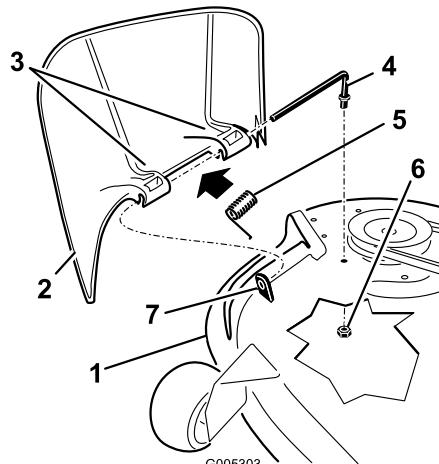

Figura 46
- Individuate le parti illustrate nella Figura 46.
- Togliete il dado da 3/8 poll. (9,5 mm) dall'asta sottostante il tosaerba (Figura 46).
- Estraete l'asta dal distanziatore corto, dalla molla e dal deflettore dell'erba (Figura 46). Togliete il deflettore dell'erba tagliata se è danneggiato o consumato.
- Riposizionate il deflettore dell'erba (Figura 46).
- Collocate la molla sull'asta (tenendo abbassati i fili alle estremità), tra le staffe del deflettore di sfalcio. Fate scorrere l'asta attraverso la seconda staffa del deflettore dell'erba (Figura 46).
- Inserite l'asta dalla parte anteriore del deflettore dello sfalcio, nel piccolo isolatore sul piatto di taglio. Fissate l'estremità posteriore dell'asta nel tosaerba con un dado da 3/8 poll. (9,5 mm) (Figura 46).